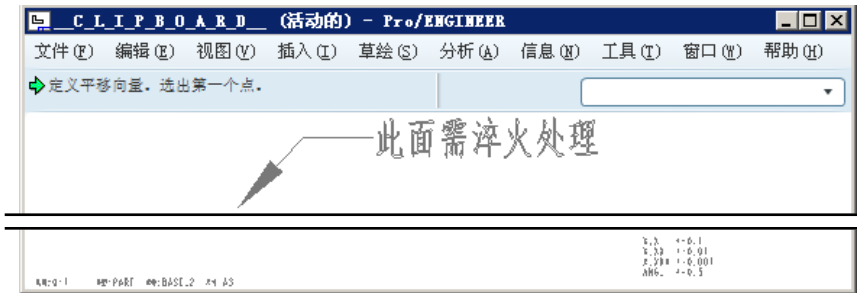

图 5.3.23 “剪贴板”对话框
(1) 选择 **剪切(T)** 命令后，所选取的注解消失，此时工具栏中的“粘贴”按钮  显示为可用，单击  按钮，此时系统弹出图 5.3.23 所示的“剪贴板”对话框和 **GET POINT (获得点)** 菜单。先在“剪贴板”对话框的空白区域中单击，再在工程图的绘图区选取一点，则注解被粘贴到工程图中。